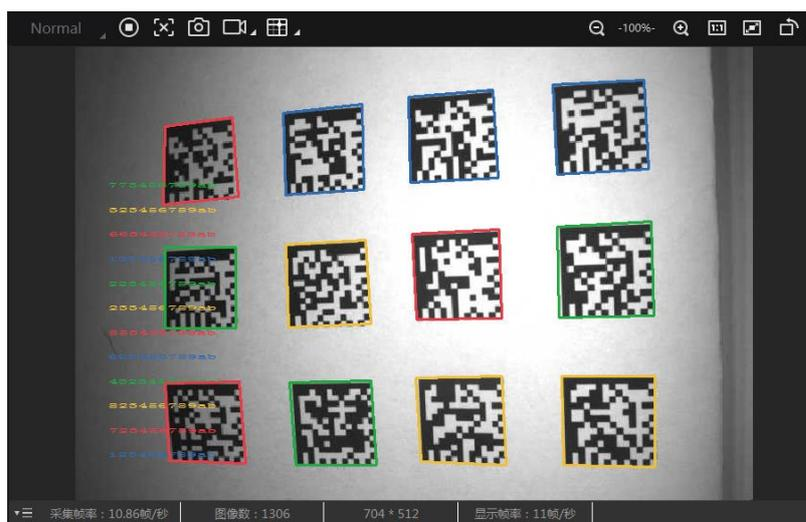

图2-14 设备实时预览
5. 在“预览窗口”区域，单击可以查看图像和条码识别情况。对于读取到的条码，实时画面中会框选条码，并在左侧显示具体的条码信息。如图 2-14 所示。